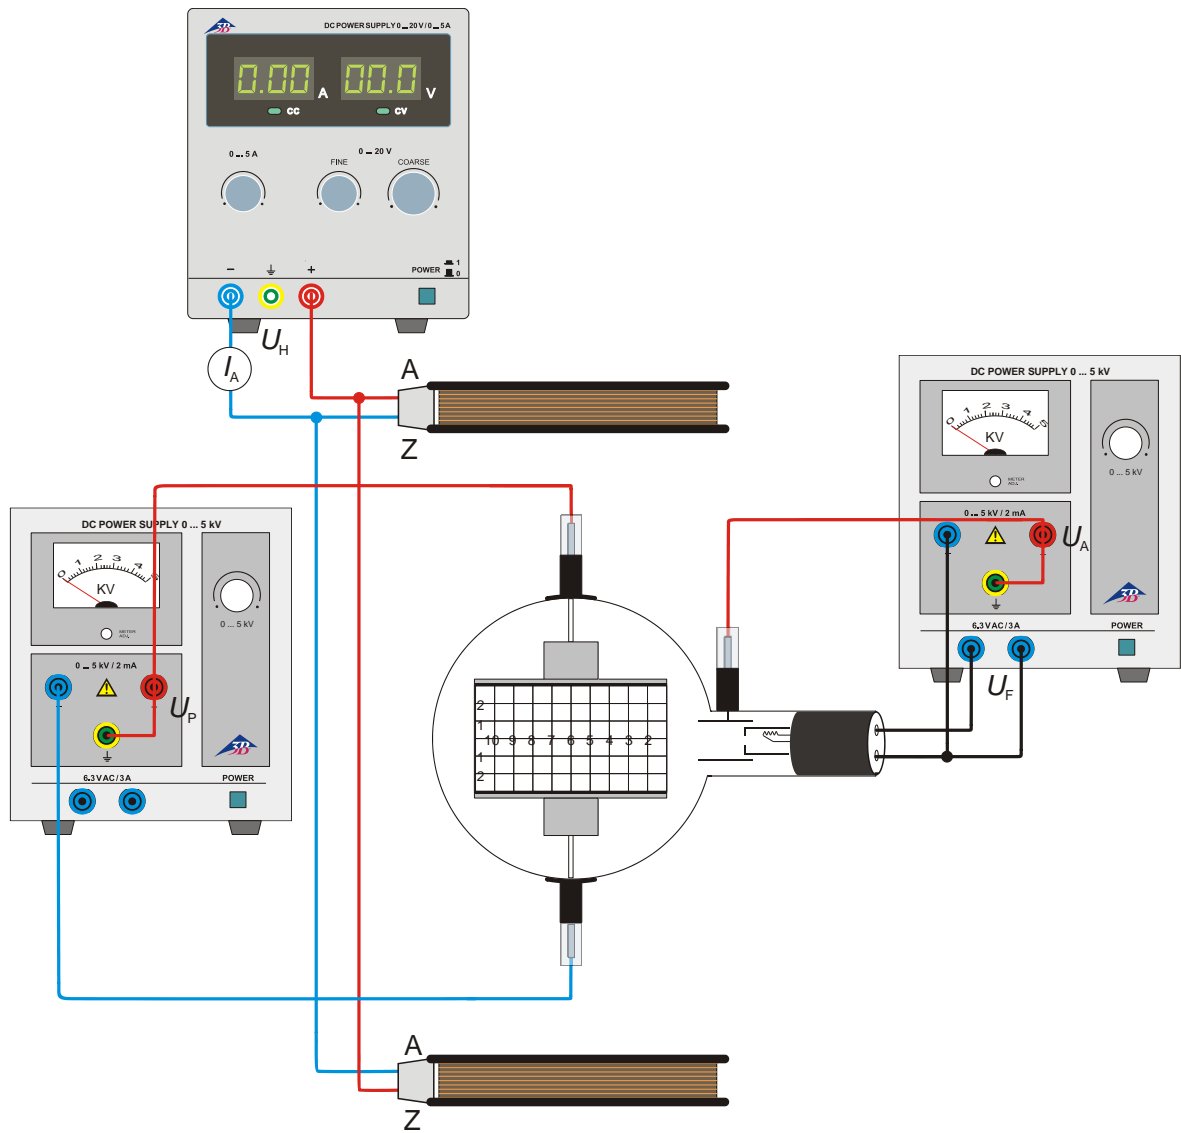

Fig. 4 Bestimmung von e/m mittels Feldausgleich
- Versuchsaufbau gemäß Fig. 4.